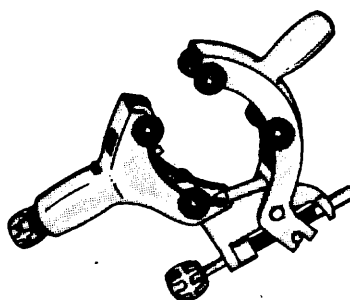

Fig. 4
*CORTATUBOS MIXTO (PARA PLÁSTICO Y COBRE) (fig. 4).*